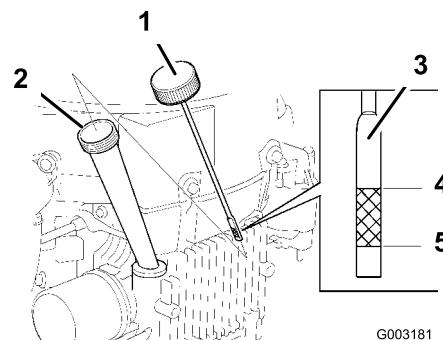

Figure 26
2. Nettoyez la surface autour de la jauge d'huile (Figure 26) pour éviter que des impuretés ne s'introduisent dans le goulot de remplissage, ce qui risquerait d'endommager le moteur.
3. Retirez la jauge d'huile et essuyez soigneusement son extrémité (Figure 26).
inférieur, versez lentement une quantité d'huile suffisante dans l'orifice de remplissage pour amener le niveau au repère supérieur sur la jauge. **Ne remplissez pas excessivement.** (Figure 26).
- Nettoyez la surface autour du bouchon de la jauge d'huile et dévissez le bouchon (Figure 26).
- Versez avec précaution environ 80% de la quantité d'huile spécifiée dans le goulot de remplissage (Figure 26)